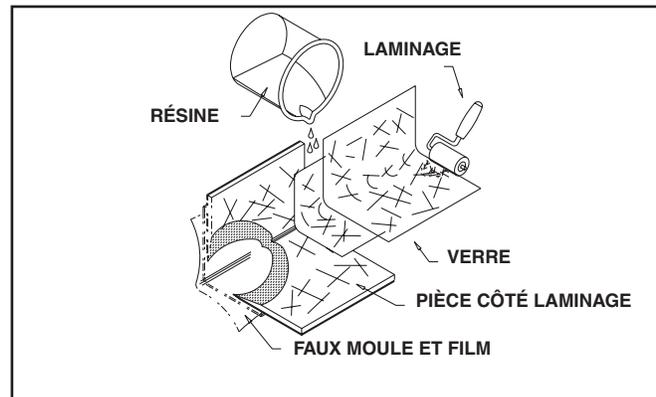

Figure 27 - Répétition du laminage
4. Du côté laminé, refaire le laminage de la réparation structurale, tel qu'il est décrit aux étapes 1 à 6 de la rubrique **RÉPARATION STRUCTURALE DUE À UN PLIAGE EXCESSIF OU AU BRIS D'UNE PETITE SURFACE** de cette section. Voir Figure 27.